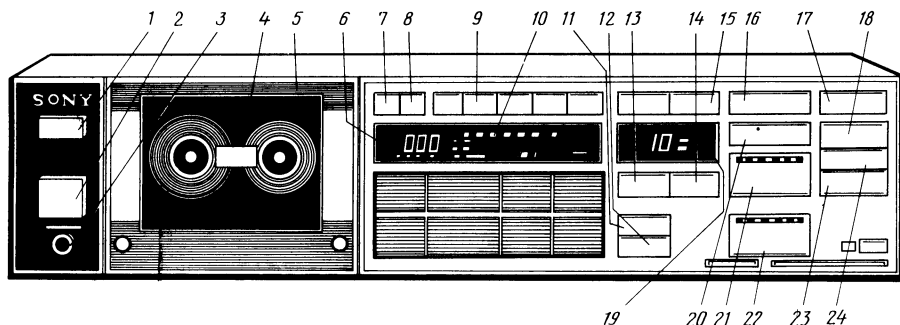
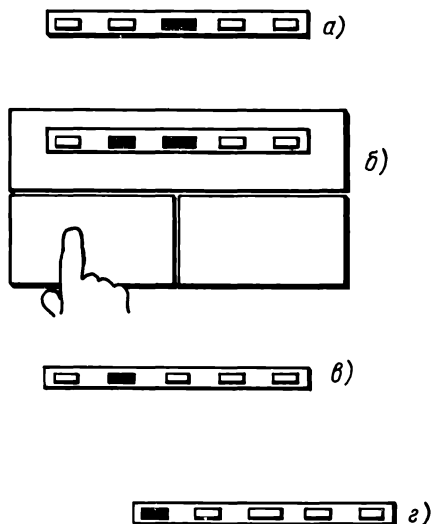
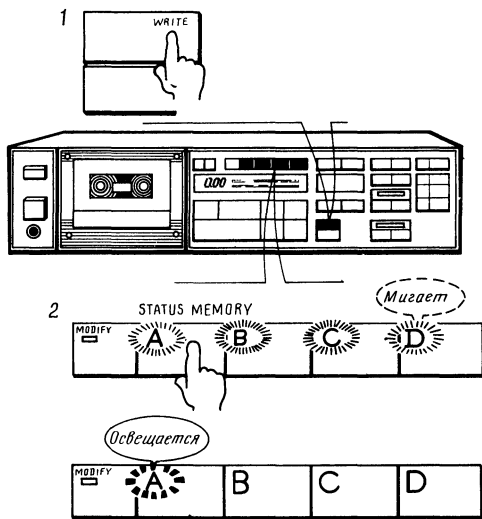

Рис. 2.10. Органы управления кассетной магнитофонной приставки TC-FX1010:
Рис. 2.11. Индикатор и клавиши регулировки баланса уровней записи левого и правого каналов:
Рис. 2.18. Органы управления магнитофонной приставкой ТС-FX1010 в режиме ввода в память десяти параметров записи и воспроизведения
На примере данной модели представим потребительские свойства зарубежных магнитофонных приставок (рис. 2.10).
С помощью четырех клавиш (A, B, C, D, изображенных на рис. 2.18), клавиши памяти 9 (рис. 2.10) можно хранить параметры записи и воспроизведения, установленные с помощью клавиши 16 выбора типа ленты, клавиши 17 включения системы шумоподавления, клавиши 18 фильтра подавления пилот-тона на УКВ, клавиши 13 автоматической калибровки, клавиши 14 аттенуатора, клавиши 20 регулировки уровня записи, клавиши 21 регулировки баланса записи, клавиши 22 регулировки уровня выходного сигнала и громкости воспроизведения через головные телефоны, клавиши 23 включения звукового сигнала, сопровождающего коммутации, и клавиши 24 баланса максимального выходного уровня. Для восстановления требуемого параметра следует нажать именно ту клавишу памяти, которая использовалась при запоминании. Нажатая клавиша будет подсвечиваться.
Уровень записи следует регулировать по индикаторам 10 максимального уровня сигнала и по индикатору 19 «Ослабление уровня записи». Для увеличения уровня записи нужно нажимать положительную сторону клавиши регулировки уровня записи, а для снижения — отрицательную. Клавиша 21 позволяет регулировать баланс уровней записи левого и правого каналов (рис. 2.11). (Здесь и далее в тексте до конца главы номера клавиш указаны в соответствии с рис. 2.10).
Питание включается при нажатии следующих клавиш: клавиши 1 «Сеть», клавиши 2 «Открытие кассетоприемника», функциональных клавиш 5, клавиши сброса счетчика 7, клавиши 8 «Память счетчика» или клавиши 9 «Память» (рис. 2.10). При включении питания освещаются все индикаторы, начинают мигать клавиша «Пауза» и индикатор 19 «Ослабление уровня записи», а счетчик ленты выполняет отсчет от 77 до 00, показывая, что устройство находится в режиме готовности. Как только устройство выйдет из режима готовности, будут функционировать клавиши 5, 8 и 9. Пока производится автоматическая настройка, не нажимайте клавиш «Запись» и «Воспроизведение».
1. Нажмите клавишу 2 (нумерация клавиш указана в соответствии с рис. 2.10) и вставьте кассету. При этом включается питание. Перед установкой кассеты выберите слабину ленты. Кассету следует вставлять лентой вниз.
Запись и воспроизведение с использованием электронной памяти. Магнитофонная приставка «ТС-FX1010» может запоминать и восстанавливать десять параметров записи и воспроизведения. Если эти параметры запоминаются с помощью одной из четырех клавиш 9 «Память» (рис. 2.10), то они могут быть восстановлены нажатием этой клавиши. Устройство может запомнить параметры, устанавливаемые с помощью десяти клавиш, показанных на рис. 2.17.
Прежде чем ввести необходимые параметры в память, их следует отрегулировать. После введения параметров в память их нельзя отменить или изменить, пока с помощью клавиш 9 «Память» (Status memory) не будут введены новые параметры (рис. 2.18). Для ввода параметров в память выполните следующие действия:
1. Нажмите клавишу 2 (номера указаны в соответствии с рис. 2.10) «Открытие кассетоприемника» и вставьте кассету.
Рассмотрим пример изменения некоторых параметров, введенных в память с помощью клавиши В. Нажмите клавишу В (рис. 2.18) для вызова параметров из памяти. Измените параметры, которые необходимо исправить. Индикатор 9 (Modify) освещается, показывая, что изменены некоторые из параметров, запомненных с помощью клавиш памяти. Индикатор останется освещенным, пока вновь не будет нажата любая из клавиш 9 «Память». Для восстановления первоначальных параметров опять нажмите клавишу В.
нажать клавишу 12 (см. рис. 2.10 и 2.18). Примерно в течение 3 с будет мигать клавиша памяти «А» и будут освещены клавиши параметров (см. рис. 2.17), запомненные с помощью клавиш А;
Рис. 2.17. Клавиши 10, с помощью которых параметры могут быть введены в память и вызваны из памяти для использования в режиме записи и воспроизведения. (См. также подрисовочную подпись к рис. 2.10)
Регулировка уровня записи. Ее следует производить при контроле уровня входного сигнала источника с помощью индикаторов 10 максимального значения (см. рис. 2.10). Если уровень записи слишком высок, запись будет искажаться, а если он чересчур низок, в записи будут слышны шумы. Уровень записи должен устанавливаться как можно более высоким при условии устранения искажений. Этот уровень будет зависеть от типа применяемой магнитной ленты. После определения типа ленты диапазон выше уровня насыщения для данного типа ленты на индикаторе отображается красным цветом. Вообще говоря, уровень записи является наилучшим, когда при наибольшем уровне сигнала индикатор показывает уровень, достигающий начального участка, отмеченного красным цветом.